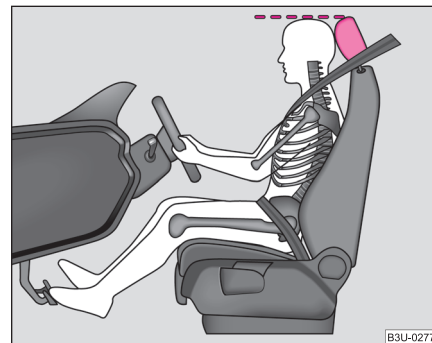

Fig. 117 El ajuste correcto del reposacabezas del conductor
- Ajuste el reposacabezas de tal modo, que el borde superior del mismo se encuentre de ser posible a la misma altura que la parte superior de su cabeza ⇒ fig. 117.
- Ajuste el reposacabezas de tal modo, que el borde superior del mismo se encuentre de ser posible a la misma altura que la parte superior de su cabeza ⇒ página 151, fig. 117.
- Ajuste los reposacabezas de tal modo, que el borde superior de los mismos se encuentre de ser posible a la misma altura que la parte superior de la cabeza ⇒ página 151, fig. 117.